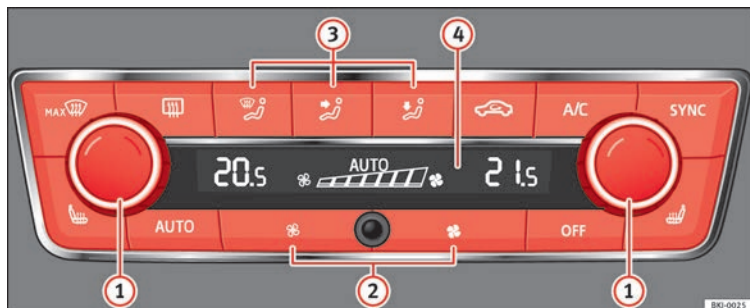

Fig. 147 Climatronic : éléments de commande.
- Réglez la puissance du ventilateur à zéro » fig. 147 ② ou appuyez sur la touche **OFF**.
- Appuyez sur la touche **AUTO** » fig. 147.
» **fig. 147** pour régler la température intérieure souhaitée.
- Appuyez sur la touche **MAX** » **fig. 147**.